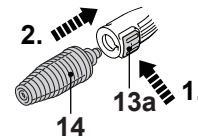

Fig. 10
2. Presione el botón de liberación (13a) y conecte la boquilla turbo (14) a la lanza telescópica (13). Suelte el botón (13a) para que la boquilla quede bloqueada en su sitio (Fig. 10).
3. Pruebe a tirar de la boquilla (14) para asegurarse de que ha quedado correctamente fijada en su sitio. No deberá soltarse de su conexión.